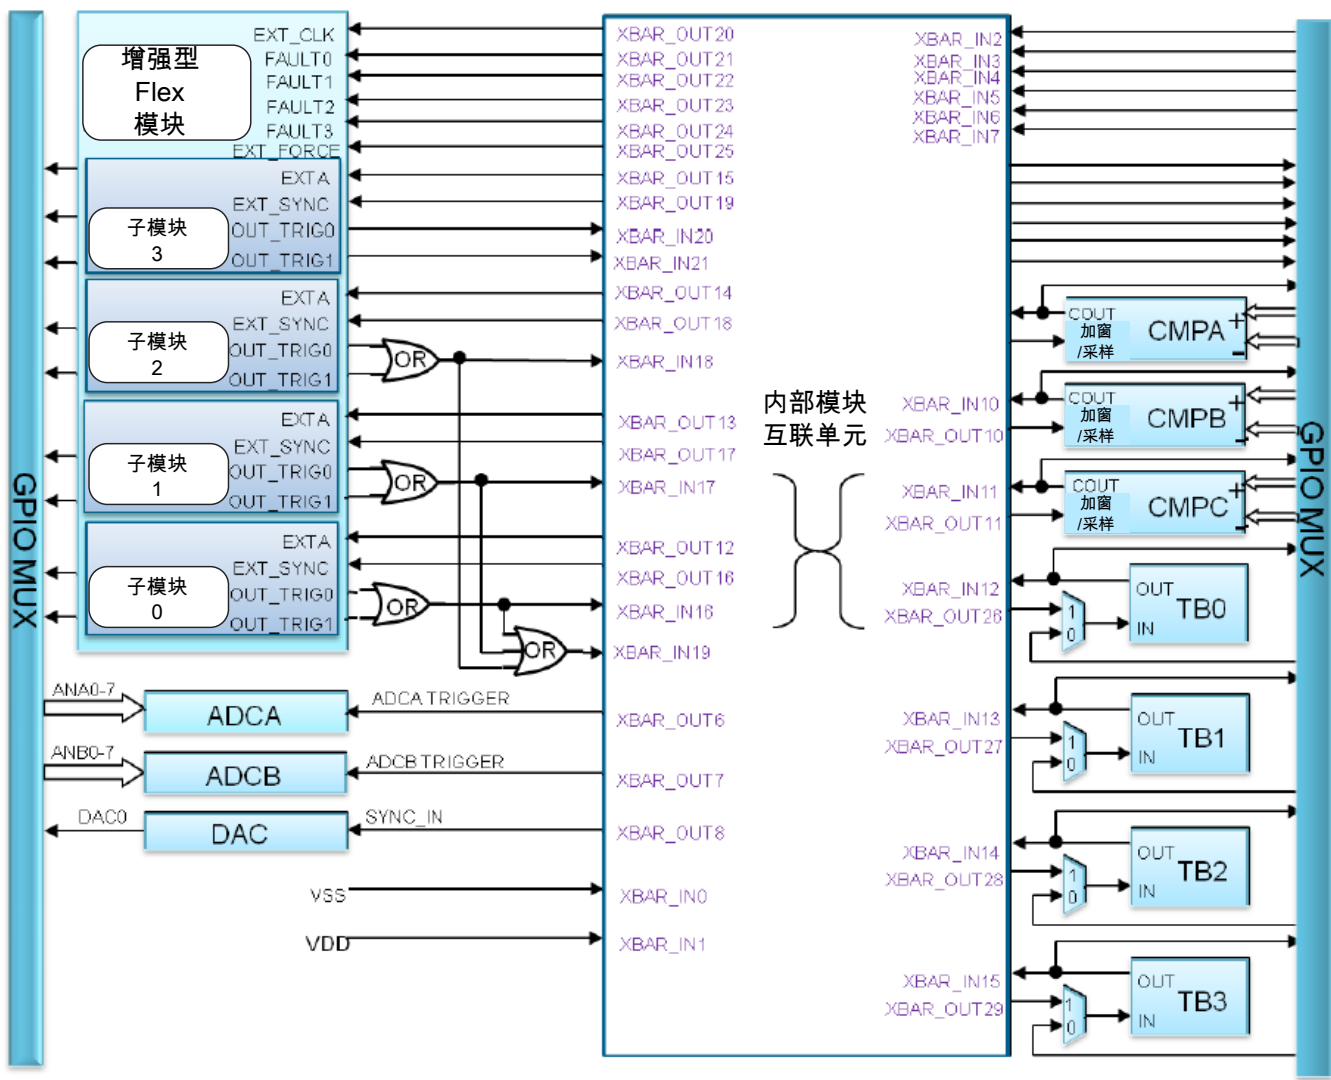

图 2. 56F82xx 内部模块互联单元实现
- 内部模块互联单元提供非常大的灵活性, 用户可以根据应用需要对外设进行互连。图 2 显示了 DSC 56F82xx 的内部模块互联单元互连示例。
如 图 2 所示，ADC 触发信号与内部模块互联单元输出 XBAR_OUT6 和 XBAR_OUT7 相连。用户可以使用任意的内部模块互联单元输入信号作为 ADC 模块的触发信号。这与之前的数字信号控制器不同，之前 DSC 上的外设互连是固定的。
除了边沿控制, 所有比较事件还可用于其他用途。首先是中断的产生, 所有比较事件均可产生中断事件。其次, 所有比较事件均可用于产生触发事件。每个 eFlexPWM 子模块都具有 2 个触发输出: OUT_TRIG0 和 OUT_TRIG1。VAL0、VAL2 和 VAL4 的触发信号进行或运算后输出到 OUT_TRIG0, VAL1、VAL3 和 VAL5 的触发信号进行或运算后输出到 OUT_TRIG1。所有来自子模块的触发输出均连接到内部模块互联单元。56F82xx DSC 系列的触发输出连接如 图 2 所示。
2. 要将 eFlexPWM 用作触发源，内部模块互联单元必须配置为将 eFlexPWM 的触发信号输出连接到 ADC 的输入触发信号。这样，就需要两个触发信号；用户可以使用任意子模块，因为每个子模块至少具有三个未使用的比较值寄存器（参见表 1）。例如，选择子模块 0，并且内部模块互联单元配置为将输入 IN18（子模块 0 的 TRIG0 与 TRIG1 或运算信号）连接到输出 OUT6（ADCA 触发信号）。由于两个 ADC 并行运行，因此无需将触发信号连接到 ADCB。参见图 2。